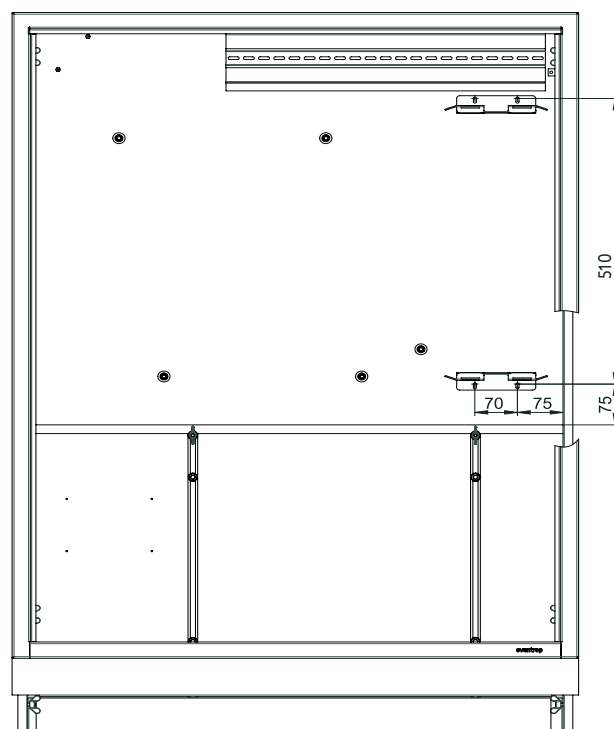
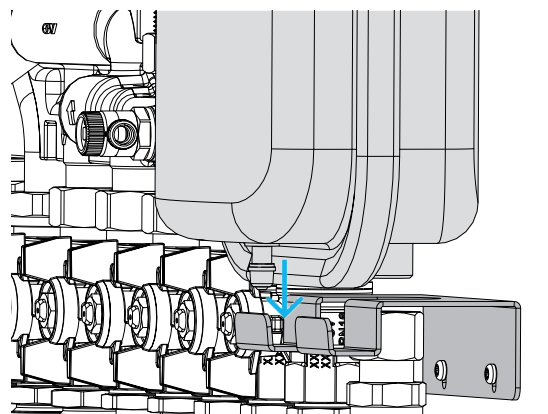

**Fig. 11:** Position des trous de perçage dans le coffret
**Fig. 12:** Position de montage du support inférieur pour le vase d'expansion à membrane dans le coffret
- 9** Visser le support inférieur ((12) sur la Fig. 1 en page 37) pour le vase d'expansion à membrane dans le coffret. Positionnez le support inférieur dans la zone marquée sur la Fig. 12. Utiliser à cet effet les vis autotaraudeuses fournies. Si les trous de perçage n'ont pas encore été percés dans le coffret, les percer avec un foret de 1,2 mm. Fig. 11 montre la position des trous de perçage dans le coffret.